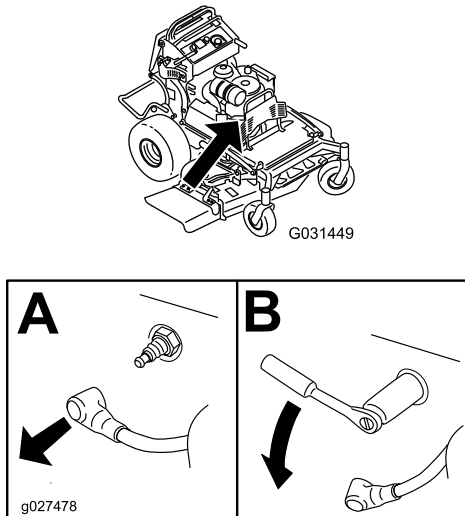

Figure 47
3. Déposez la bougie, comme montré à la Figure 47.